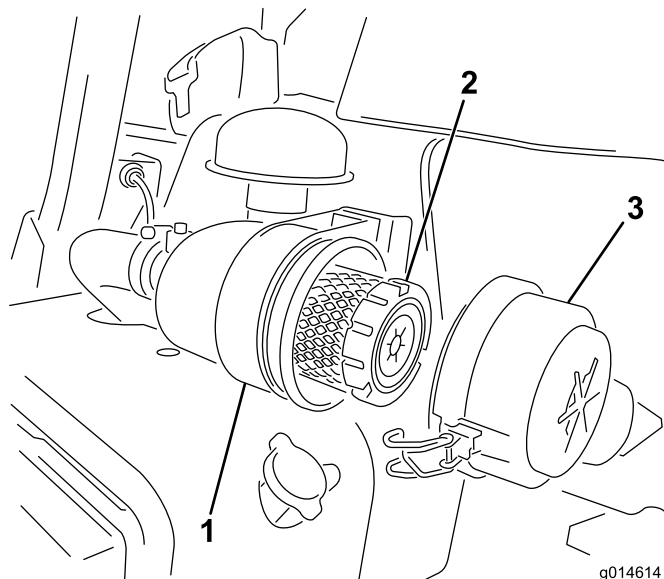

Figura 41
1. Liberte os trincos que fixam a cobertura do filtro de ar ao respectivo corpo (Figura 41).
6. Prenda os trincos (Figura 41).